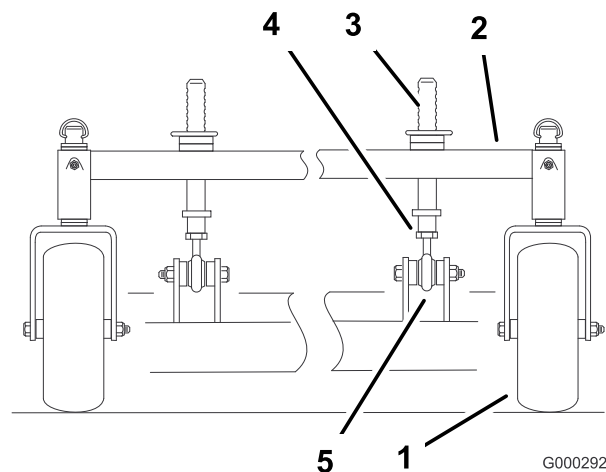

Figure 84
2. Pour élever l'avant du plateau de coupe, desserrez le contre-écrou et tournez la goupille avant dans le sens horaire (Figure 84).
3. Pour abaisser l'avant du plateau de coupe, desserrez le contre-écrou et tournez la goupille avant dans le sens anti-horaire (Figure 84)
6. Resserrez les écrous de blocage (Figure 84).
1. Vous pouvez régler les montants de hauteur de coupe avant pour modifier l'inclinaison avant/arrière (Figure 84).